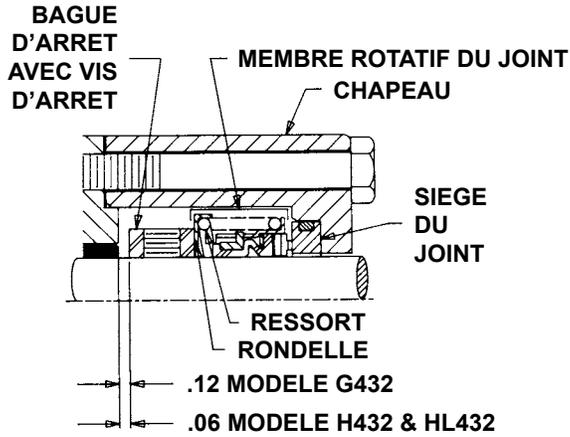

FIGURE 15 – VUE EN COUPE, SECTEUR DU JOINT
Installez le joint mécanique: placez la bague d'arrêt sur l'arbre et serrez la vis d'arrêt. Voir Figure 15 pour l'emplacement de la bague d'arrêt.
- La rondelle du ressort et le ressort doivent être placés sur l'arbre en premier et dans cet ordre. (Voir Figure 15).